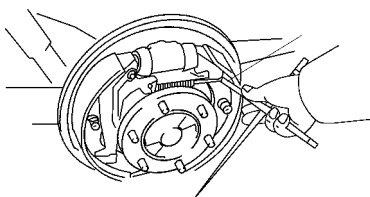

图 15-90 拆下回位弹簧
1) 使用制动蹄回位弹簧工具拆下回位弹簧，如图 15-90 所示。